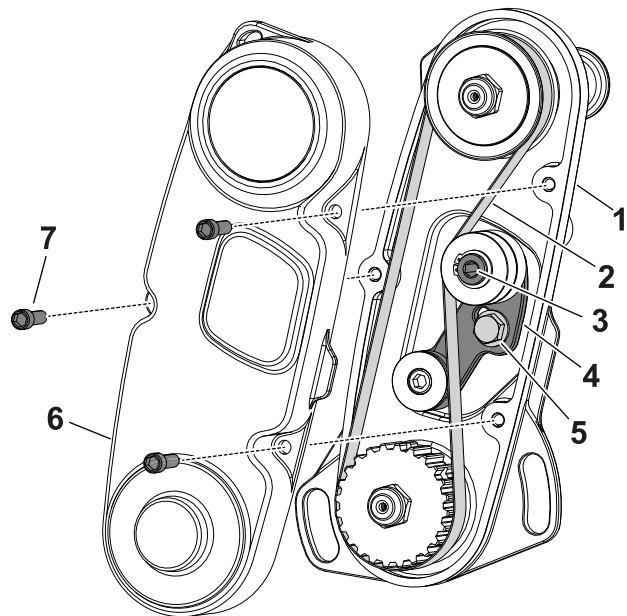

図 16
1. ベルトカバーを外してベルトを露出させる 図 16。
2. アイドラアームボルトをゆるめてアイドラアーム 図 16 を回してベルトの張りをなくす。
3. ベルトを取り外す 図 16。
6. ベルトを取り付け、図 16 に示すアイドラアームの内側六角部に 6-7 N・m 0.58-0.69 kg.m のトルクを掛ける。